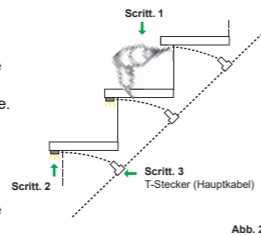

Abb. 2
Bohren Sie ein Loch (4 mm) neben dem Ledstrip in das senkrechte Teil der Stufe (Stoßfläche) auf der Seite des Kabels (siehe Abb. 2).
Achten Sie auf die Kabelmarkierungen! (Siehe Abb. 2).
Drill a hole (4 mm) next to the Ledstrip in the vertical part of the stair step on the side of the cable (see fig. 2).
3. Connect all cables at the back of the stairs to the T-connector of the main line. Pay attention to the cable markings (See fig. 2).